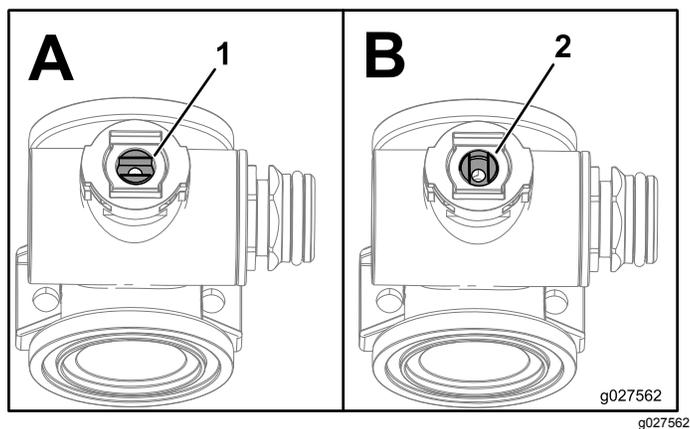

Figura 109
1. Posicione a haste da válvula para que fique na posição fechada (Figura 109 B).
3. Rode a haste da válvula para que a esfera fique na posição aberta (Figura 109 A).
7. Rode o conjunto da haste da válvula de forma que fique fechada (B de Figura 109).